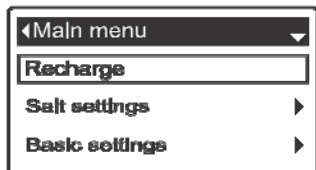
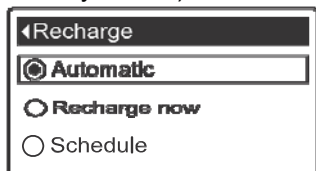
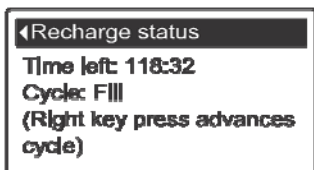

РИС. 28
РИС. 29
РИС. 30
2. Убедиться, что подсвечена надпись **Заправка** (См. Рисунок 28).
3. Нажать кнопку ВЫБОР (O) для отображения меню Заправки (См. Рисунок 29).
4. Если напротив желаемой опции уже стоит черная точка (См. Рисунок 29), перейти к Шагу 5. В другом случае, нажать кнопку ВНИЗ (▼) или ВВЕРХ (▲) для прокручивания к желаемой опции, затем нажать ВЫБРАТЬ (O) и подтвердить ее.
- **Заправить сейчас** начинает заправку немедленно после того, как снова нажата кнопка ВЫБОР (O) в Шаге 5.
5. Нажать кнопку ВЫБРАТЬ (O). Если выбрано **Заправить сейчас**, то дисплей немедленно переходит к экрану Статуса заправки (См. Рисунок 30). Если выбрано **Автоматически** или **Планировщик**, дисплей возвращается обратно к Главному меню (Рисунок 28).